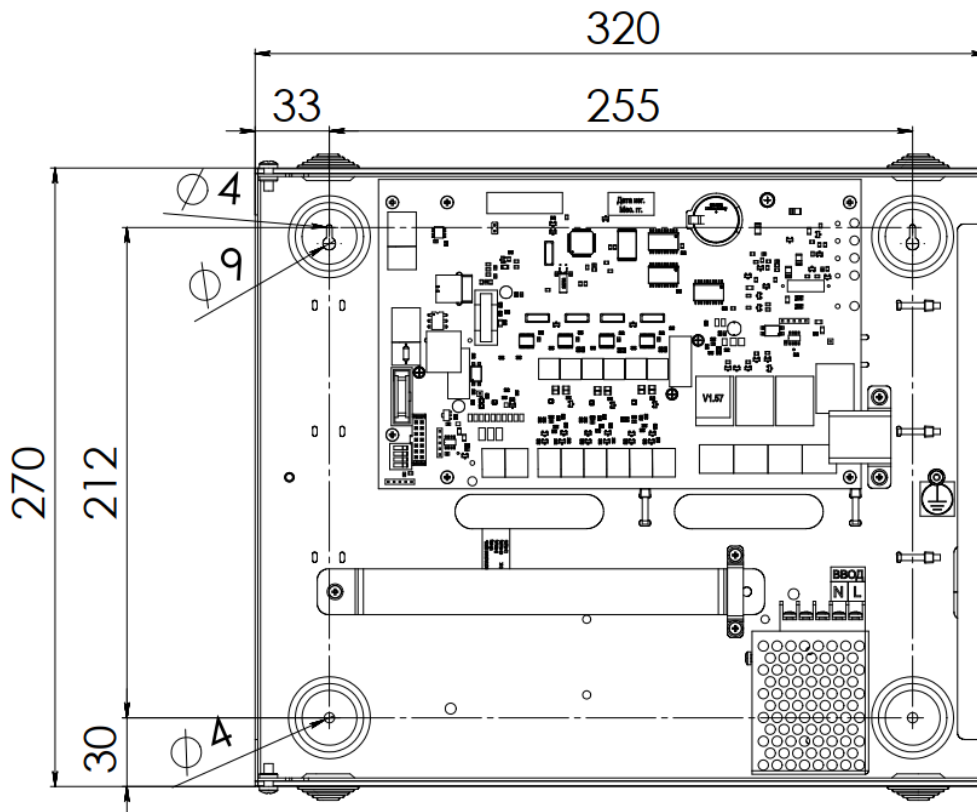

Рис.2. Габаритные и установочные размеры АПКП и ВПУ.
Габаритные и установочные размеры АПКП и ВПУ показаны на рис.2.
3.1.3. На блоке питания АПКП (рис.2) расположены клеммы питания $\approx 220\text{В}$ и заземления.